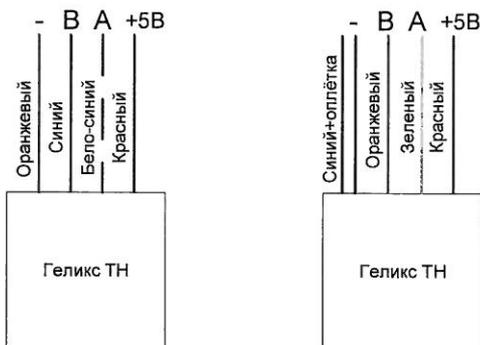

Рис. 5. Схема подключения датчика «Геликс ТН».
5. Датчик температуры/влажности имеет две схемы подключения (Рис. 5) в зависимости от цвета жил кабеля.